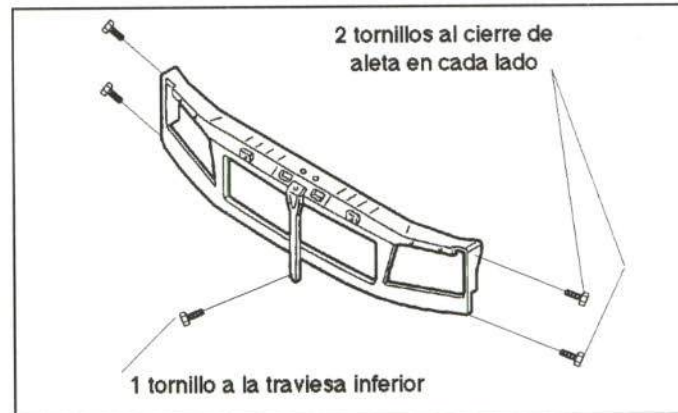

Figura 22.- Fijación del frente delantero
Va atornillado al resto de la carrocería. En la figura 22 se muestran la localización y el número de dichos tornillos.
- Frente delantero (figura 22).